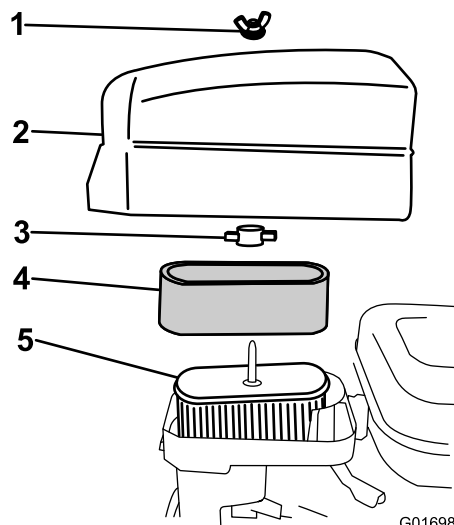

Figura 25
4. Se l'elemento in schiuma sintetica è sporco, toglietelo dall'elemento di carta (Figura 25) e pulite accuratamente come segue: